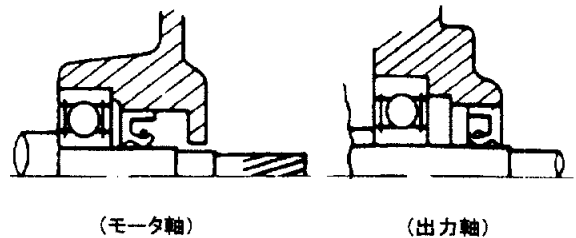

図10 オイルシール組込方法
- (2) オイルシール組込方向は、図10の方向としてください。組込方向を逆にしますと油もれ防止の機能を果たしませんから、ご注意ください。